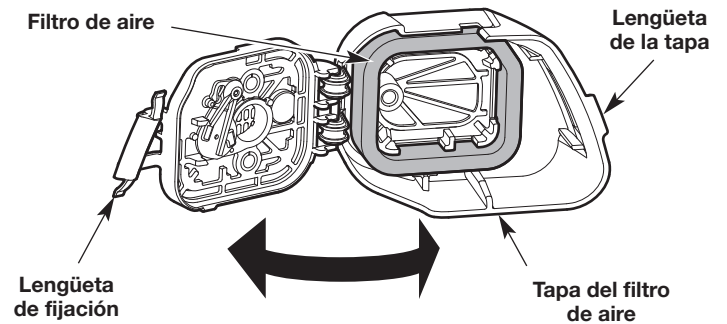

Fig. 24
1. Abra la cubierta del filtro de aire: Enganche sus dedos detrás de la lengüeta de la tapa. Para destrabar la tapa del filtro de aire, jale hacia la izquierda y lejos del motor. Es posible que deba jalar firmemente. Gire la cubierta del filtro de aire hacia la derecha (Fig. 24).
2. Extraiga el filtro de aire del interior de la cubierta del filtro de aire (Fig. 24).
6. Reinstale el filtro de aire dentro de la cubierta del filtro de aire (Fig. 24).
7. Cierre la cubierta del filtro de aire: Gire la cubierta del filtro de aire hacia la izquierda y oprímala para cerrarla hasta que la lengüeta de fijación entra a presión en su lugar (Fig. 24).